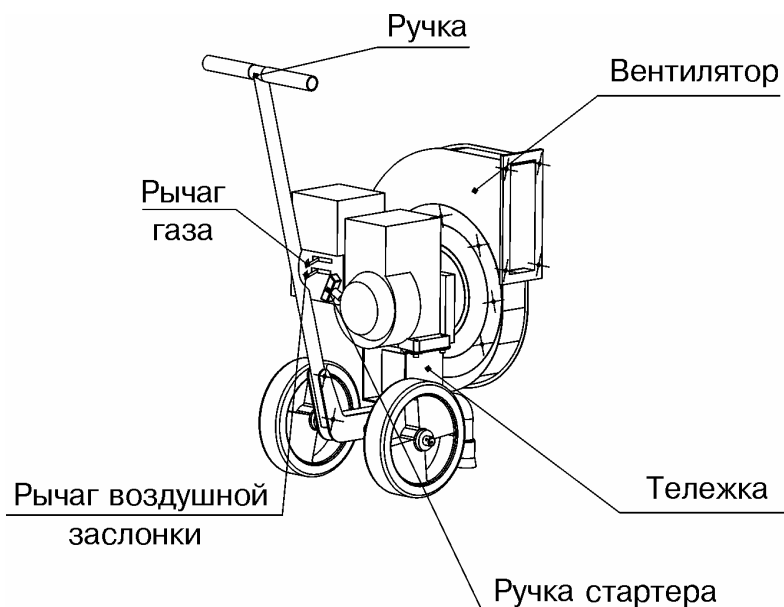

Рис. 1
2.2. Общий вид вентилятора приведен на рис. 1.